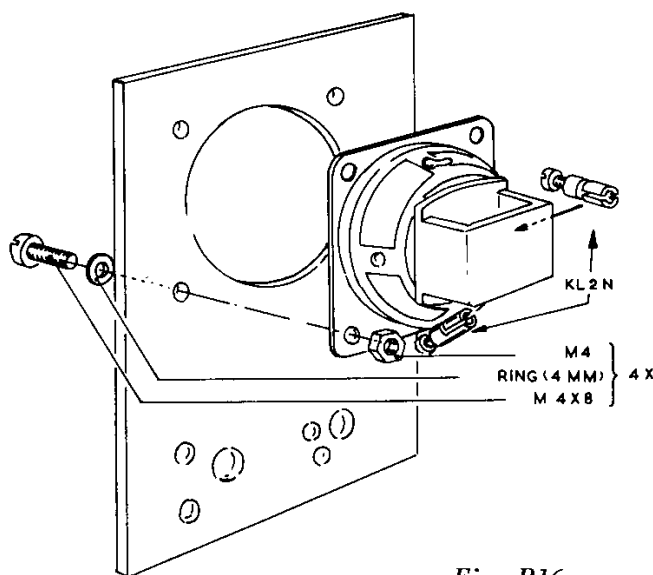

Fig. B16
26. Bevestig de luidspreker nu met vier dikke boutjes  $M 4 \times 10$  aan het houten klankbord (fig. B16). Onder de koppen van de boutjes komen (grote) ringen, om te voorkomen dat deze in het hout van het klankbord doordrukken. Zorg er voor, dat de twee klemmen  $KL 2 N$  aan de juiste zijde komen: één onder en één rechts.